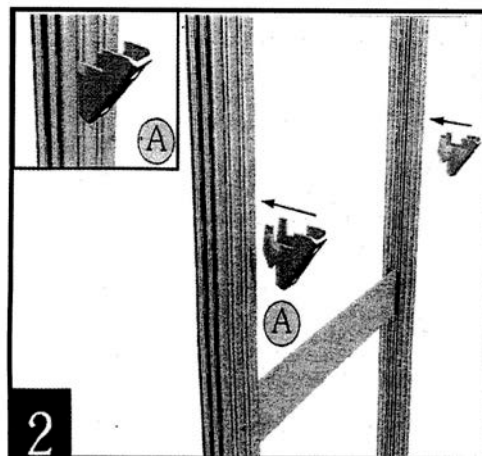

РИС. 2. Установка кронштейнов для полок
2. Определитесь с уровнем расположения полок и установите на всех спаренных стойках кронштейны для полок, на одном уровне (рис. 2).